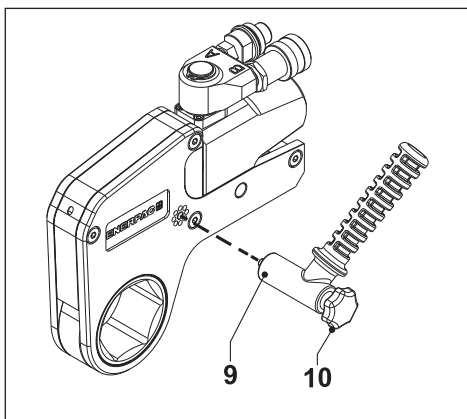

图 3
3.2 装上定位手柄 (图 3)
- 用旋钮螺丝 (10) 固定定位把手 (9)。